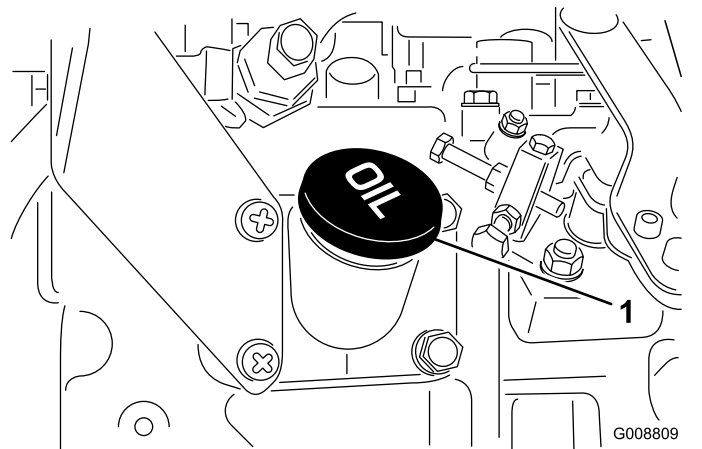

Bild 34
4. Wenn der Ölstand unter dem sicheren Bereich liegt, nehmen Sie den Fülldeckel ab (Bild 34) und gießen Sie genug Öl ein, um den Ölstand bis zur VOLL-Markierung anzuheben. **Füllen Sie nicht zu viel ein.**